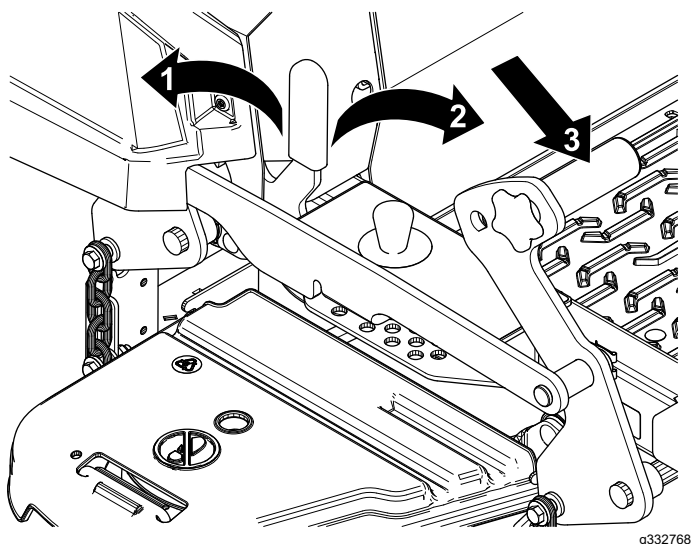

Figura 32
1. Presione el pedal de elevación de la carcasa hacia adelante del todo para bloquear la carcasa de corte en la posición de TRANSPORTE (Figura 32).
2. Presione el pedal de elevación de la carcasa hacia adelante y empuje el bloqueo de transporte hacia adelante a la posición de DESBLOQUEADO, luego baje lentamente la carcasa de corte (Figura 32).